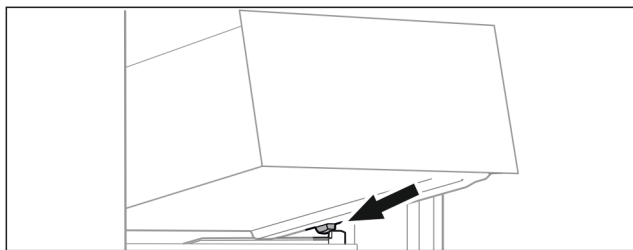

Fig. 72
- ▶ 将抽屉斜放在容器肋梁上的止动器后面。(参见 Fig. 72)